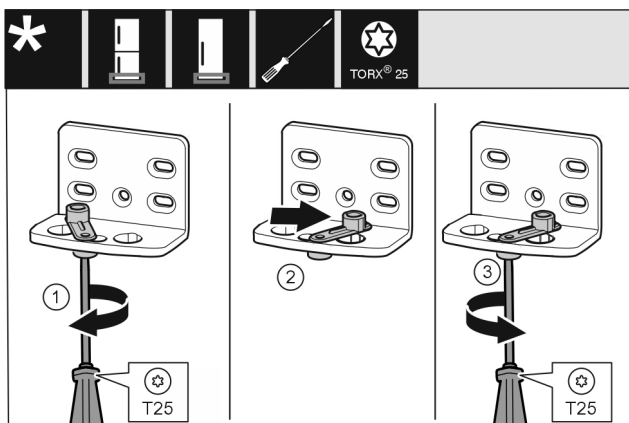

Fig. 14
- Keerake kruvi Fig. 14 (1) kruvikeerajaga lahti.
- Tõstke ukse sulgemisabi Fig. 14 (2) üles ja pöörake 90° paremale avasse.
- Keerake kruvi Fig. 14 (3) kruvikeerajaga kinni.